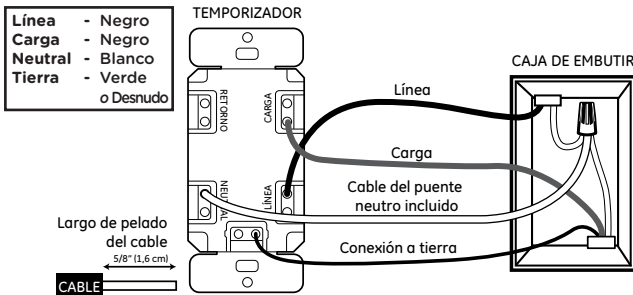

Figura 2: Conexión de los cables del temporizador para una instalación monofásica
3. Conecte el temporizador a los cables de la caja de embutir, como se muestra en la **Figura 2**.